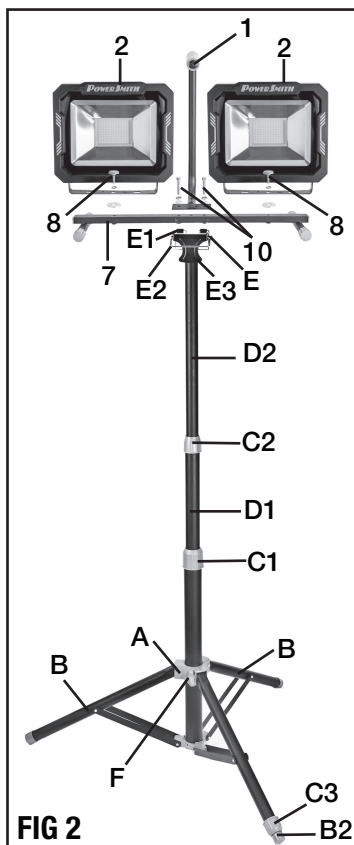

FIG 2
AJUSTE DEL TRÍPODE (FIG 2)
CONEXIÓN DEL ASA DE TRANSPORTE EN EL SOPORTE (FIG 2)
CONEXIÓN DE LAS CABEZAS DE LAS LUCES DE TRABAJO EN EL PEDESTAL (FIG 2, 3)
1. Coloque el pedestal (7) sobre una superficie plana.
2. Use las perillas de traba (8), las arandelas planas y las arandelas de resorte para sujetar ambas cabezas de las luces de trabajo, en las partes laterales del pedestal según se muestra en la FIG 2.
CONEXIÓN DEL CONJUNTO DE LUZ DE TRABAJO EN EL TRÍPODE (FIG 2, 4)